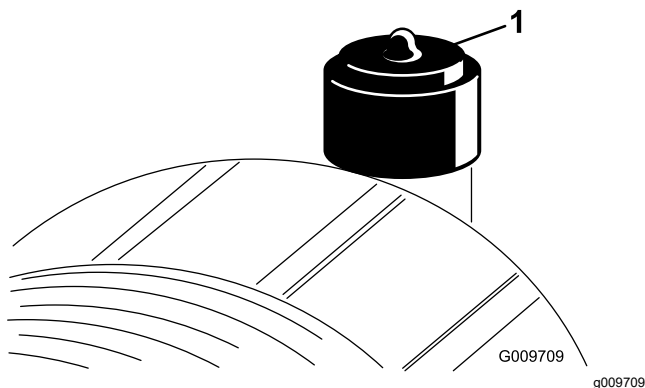

Figura 53
Effettuate la manutenzione del filtro dell'aria quando l'indicatore (Figura 53) lo richiede. Sostituendo il filtro dell'aria prima del necessario si aumenta il rischio che la morchia penetri nel motore quando si toglie il filtro.
9. Se la spia (Figura 53) è rossa, resettatela.